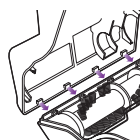

Fig. 26
- 3 Pour réassembler la brosse, insérez les onglets à l'avant du panneau inférieur dans les onglets correspondants et inclinez le panneau vers le bas jusqu'à ce qu'il s'enclenche. (Fig. 26)